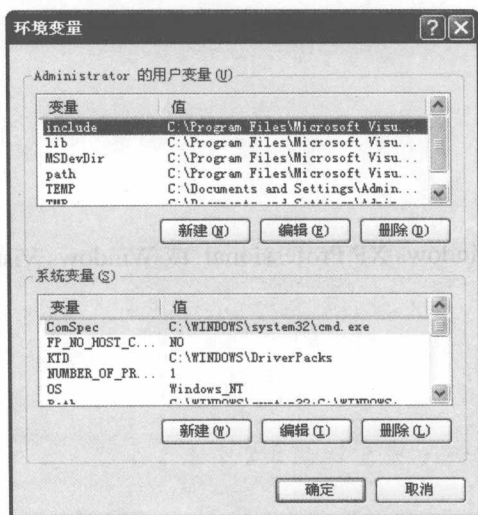

图1-3 【环境变量】窗口
(4) 单击 **环境变量(E)** 按钮，出现【环境变量】窗口，如图 1-3 所示。